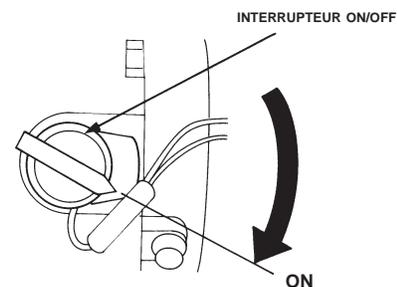

Figure 12. Interrupteur ON/OFF du moteur (position ON)
5. Régler l'**interrupteur ON/OFF du moteur** (figure 12) à la position **ON**.